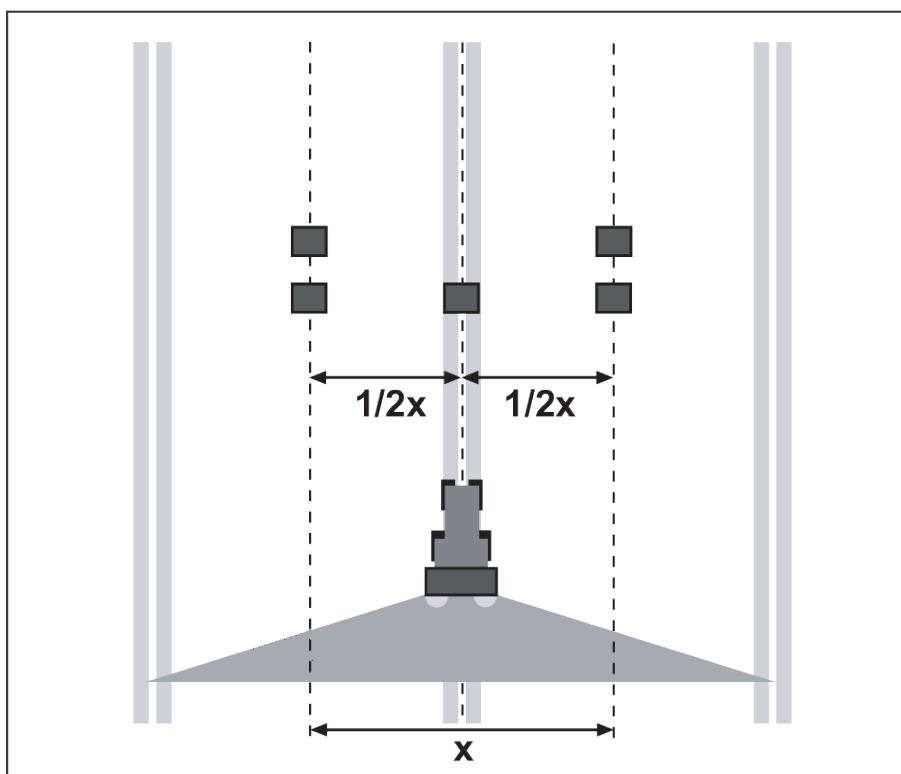

Рис. 32: Установка для одного прохода
- ▶ Установите по два поддона на расстоянии **1 м** один за другим в зонах перекрытия (между технологическими колеями) и один поддон внутри технологической колеи (согласно Рис. 32)